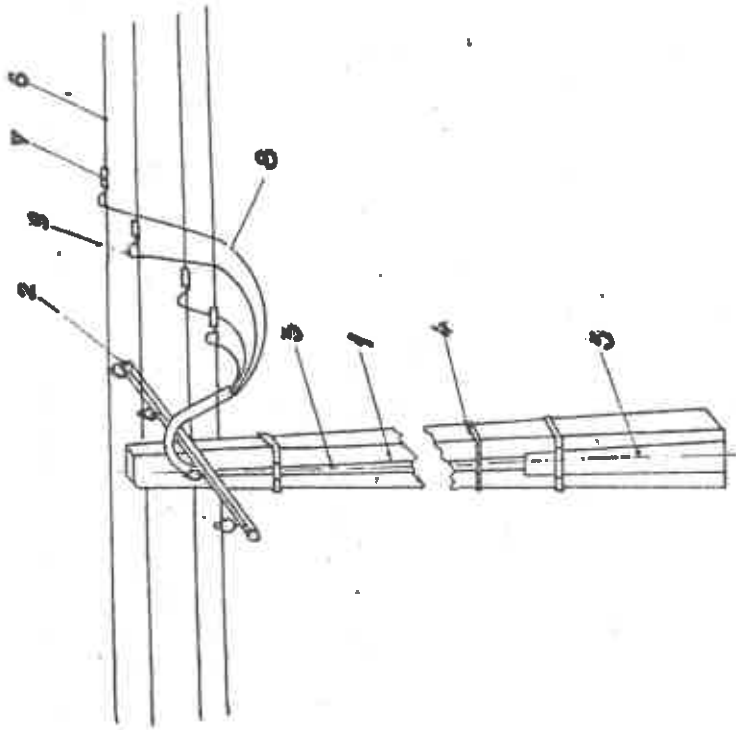

Fig.49. Cap terminal de exterior la cablu 1 kV cu izolație PVC:
- însonarea în formă de buclă a capetelor izolate a conductoarelor în zona deasupra clemei de contact, în scopul evitării pătrunderii umezeții între conductor și izolație (fig.49).